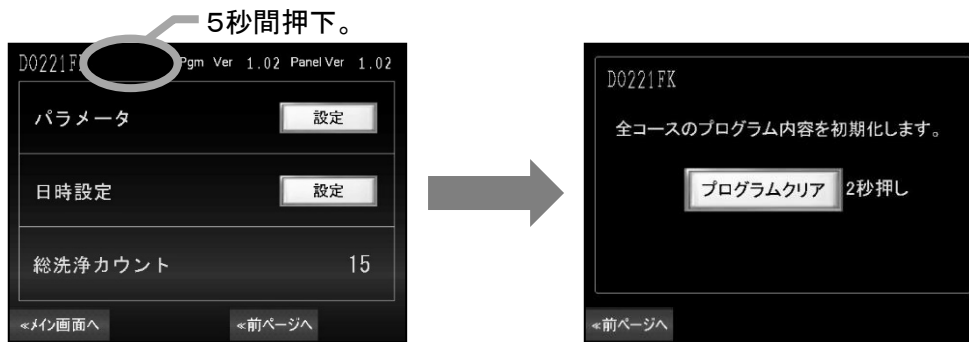

图 10-34
- ・ システム設定画面の機種名の右側を5秒間押すとプログラムクリア画面に切り替ります。(図 10-34)